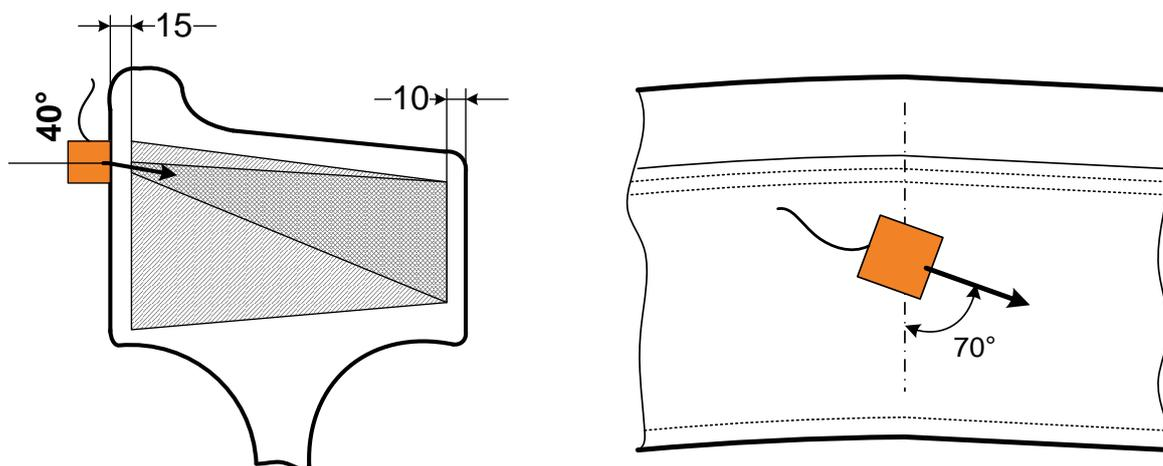

Рис. 9.5.1. Схемы прозвучивания колес по варианту DR3.2.
УЗК колес по варианту DR3.2 производят с применением сканирующих устройств. Контроль проводят с внутренней боковой поверхности обода в окружном направлении поперечными волнами при установке ПЭП под углом поверхности катания и сканировании по окружности с целью выявления дефектов типа поперечных усталостных трещин на внешней боковой грани обода и внутренних несплошностей в основном сечении обода, Рис.9.5.1.
9.5.4 Нанести контактную жидкость на внутреннюю боковую поверхность обода колеса. Установить преобразователь на обод в соответствии со схемой Рис. 9.5.1. Произвести сканирование по боковой поверхности обода в пределах всего периметра колеса.